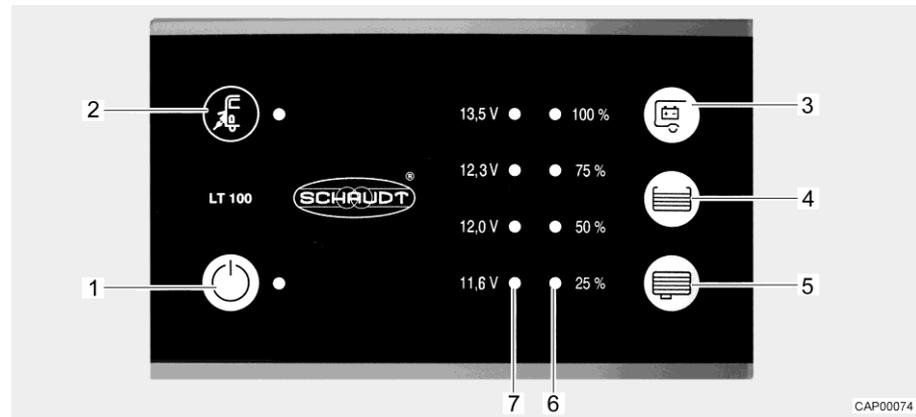

Fig. 41 Panel (LT 100)
El LED amarillo en el símbolo de conexión a la red "⚡" (Fig. 41,2) estará iluminado mientras que el vehículo esté conectado a una alimentación de red externa. Entonces, el LED también estará iluminado al estar el panel desconectado.
El interruptor principal de 12 V (Fig. 41,1) conecta y desconecta el panel y la alimentación de 12 V del habitáculo.
Conectar: ■ Pulsar el interruptor "⏻" (Fig. 41,1): La alimentación de 12 V del habitáculo está conectada. El LED está iluminado de color verde.
Desconectar: ■ Volver a pulsar el interruptor "⏻" (Fig. 41,1): La alimentación de 12 V del habitáculo está desconectada. El LED se apaga.
La serie de LED (Fig. 41,7) indicará la tensión de batería de la batería del habitáculo del modo siguiente:
- Pulsar la tecla "E" (Fig. 41,3): Indica la tensión de la batería del habitáculo.
La serie de LED (Fig. 41,6) indicará el nivel de llenado del depósito de agua potable o del depósito de aguas residuales.
Indicar el nivel de llenado: Pulsar la tecla "☰" (Fig. 41,4): Los LED iluminados indicarán el nivel de llenado del depósito de agua potable.
Pulsar la tecla "☷" (Fig. 41,5): Los LED iluminados indicarán el nivel de llenado del depósito de aguas residuales.